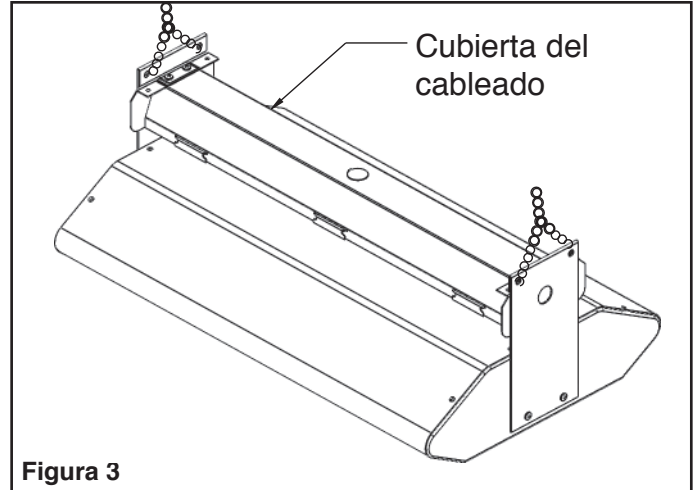

Figura 3
Referirse a la Figura 3 y proceder como sigue.
2. Coloque cadenas de bucle (no incluidas) en cada extremo del soporte de montaje como se muestra en la Figura 3.
4. Extraer los tornillos (ver la Figura 3) desde la parte delantera de la cubierta de cable y permitir que el calentador gire hacia abajo para cablear.